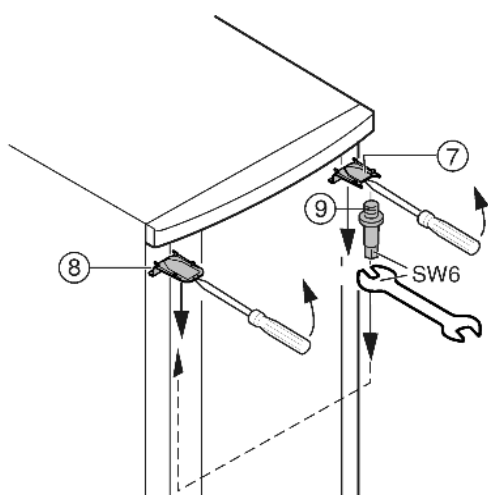

Fig. 8
- ▶ Za pomocą śrubokrętu podważyć z przodu osłonę Fig. 8 (7) u góry i osłonę Fig. 8 (8) i wyjąć je skośnie w dół.
- ▶ Wykręcić trzpień zawiasu Fig. 8 (9) i wkręcić mocno po przeciwnej stronie (z siłą 4 Nm).
- ▶ Ponownie zamontować osłonę Fig. 8 (7) po stronie sworznia łożyska: nasadzić z tyłu i zażębić z przodu.
- ▶ Zamontować osłonę Fig. 8 (8) po przeciwległej stronie: nasadzić z tyłu i zażębić z przodu.
- ▶ Drzwi zawiesić na górze na trzpieniach zawiasów Fig. 8 (9).